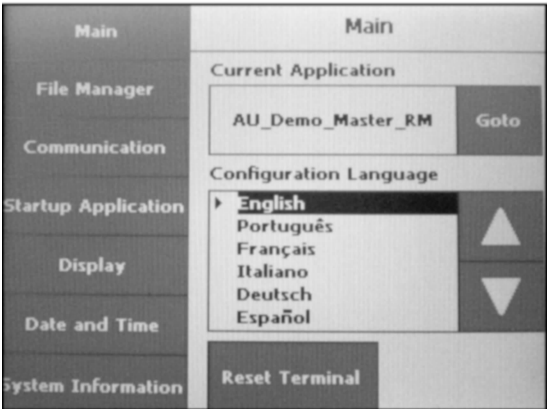

图 6-14 组态界面
- 2) 进入组态界面，此时根据需要进行语言选择，如图 6-14 所示。